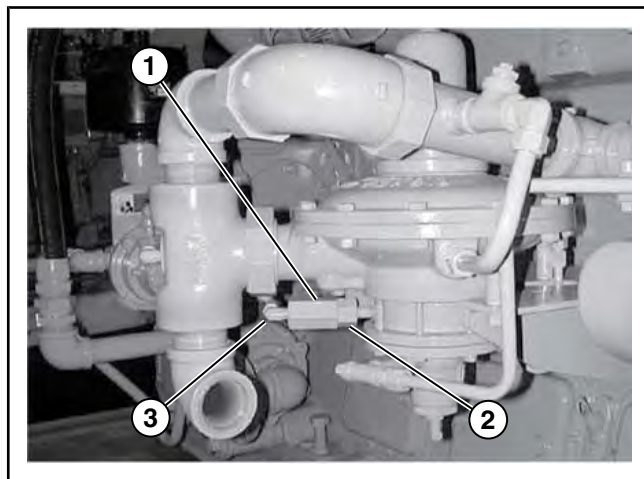

Рисунок 3.05-2: Фильтр регулятора давления газа
1. Отсоедините трубку подачи топлива в камеру управляющего клапана из корпуса фильтра в сборе (см. Рисунок 3.05-2).
3. Нанесите трубный герметик повышенной стойкости Perma-Lok на резьбовую часть фитингов и присоедините трубку подачи топлива в камеру управляющего клапана (см. Рисунок 3.05-2) к корпусу фильтра.